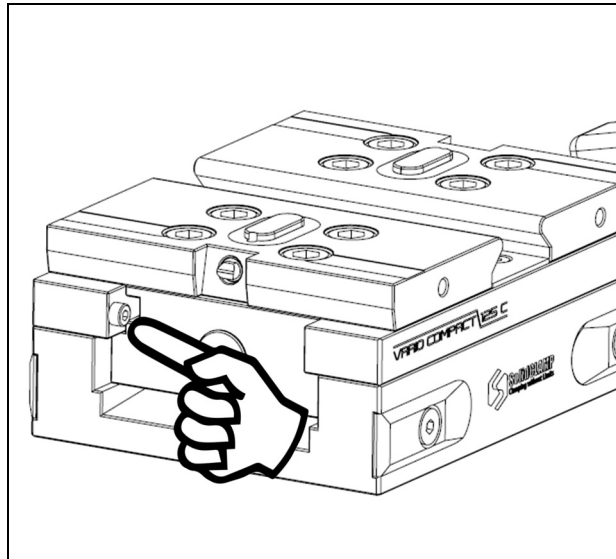

Abb. 15 Blockierschraube montieren
- Schieber einfahren und die Schieber-Blockierschraube montieren. Anzugsdrehmoment: 5Nm. (Abb. 15)